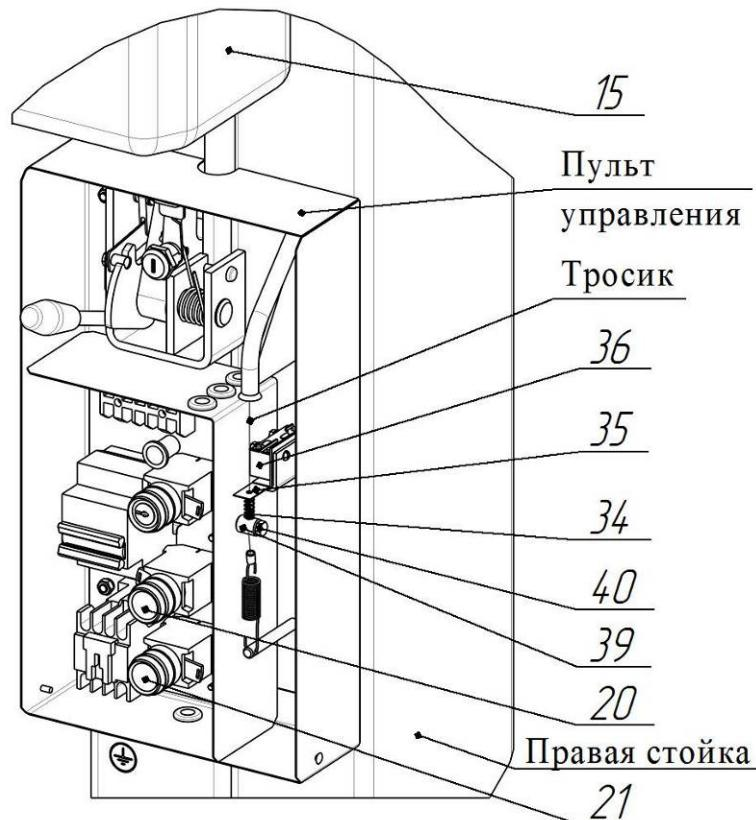

Рисунок 6.6 – Система автоматического отключения насосной станции при достижении каретки крайнего верхнего положения
6.12.1 Система автоматического отключения привода насосной станции 15 при достижении каретки 4 крайнего верхнего положения (~ 1745 мм от основания стойки) установлена и отрегулирована на предприятии-изготовителе (рисунок 6.6).